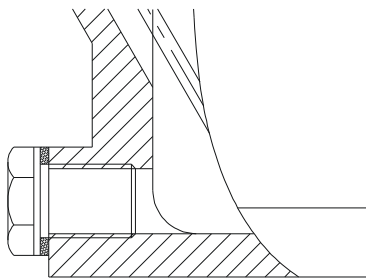

图 11-2-40
STEP 11 对放油孔上的橡胶密封圈进行填充图案, 具体操作步骤是, 在命令行上输入图案填充命令或单击图案填充按钮, 弹出一“边界图案填充”的对话框, 如图 11-2-38 所示。在该对话框中的“图案填充”选项卡单击“图案”后的按钮, 弹出一“填充图案选项板”对话框, 在该对话框中单击“ANSI”选项卡, 在该卡片中选择“ANSI36”样板, 如图 11-2-39 所示。单击“确定”回到“边界图案填充”对话框, 在“比例”项的下拉参数中选择“0.5”。然后单击对话框右上边的“拾取点”按钮, 回到 CAD 的绘制区内选择 1 和 2 两个区域, 然后右击回到“边界图案填充”对话框中, 单击“确定”执行命令。效果如图 11-2-40 所示。